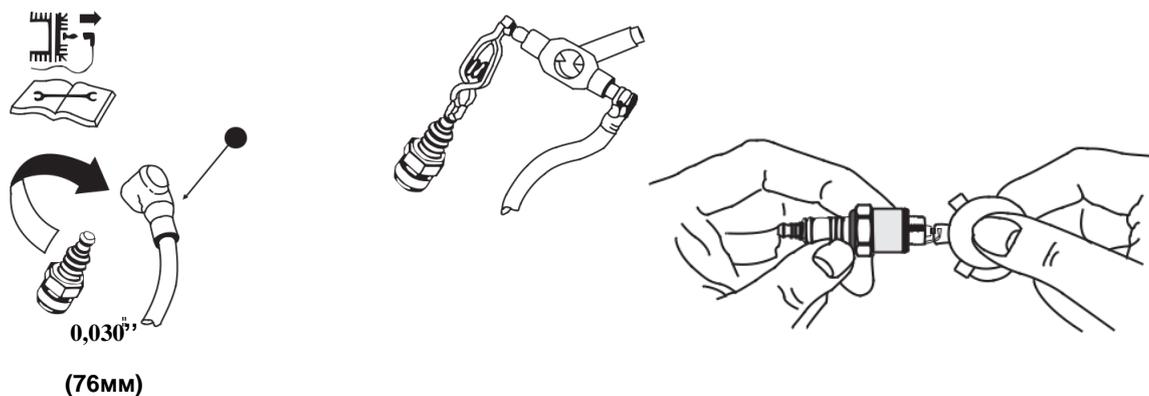

Рисунок 16
- 6.6. Замена и техническое обслуживание свечей зажигания:** Заменяйте или очищайте свечу зажигания через каждые 100 часов работы. Очистите свечу зажигания скребком или проволочной щеткой. Соблюдайте осторожность, чтобы не повредить свечу зажигания при очистке. При замене очищенной свечи зажигания отрегулируйте зазор до 0,76 мм с помощью щупа (Рисунок 16).